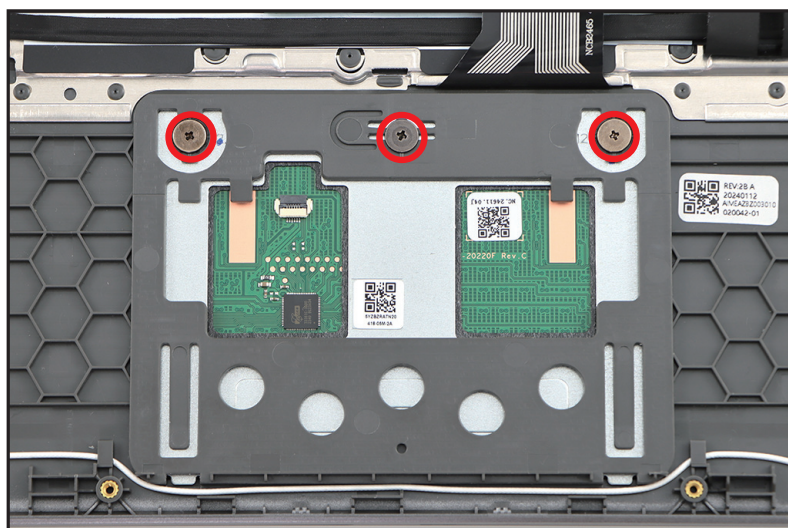

Figure 1-23. Retrait du module du pavé tactile
5. Retirez les trois (3) vis qui fixent le module du pavé tactile (Figure 1-23).